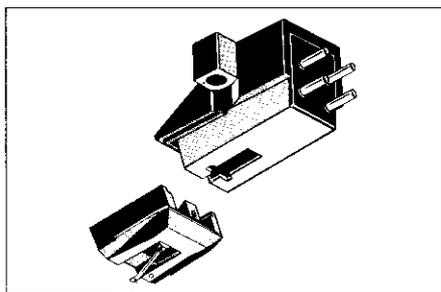

Abb. 7
6. Auswechseln der Abtastnadel (Abb. 7)